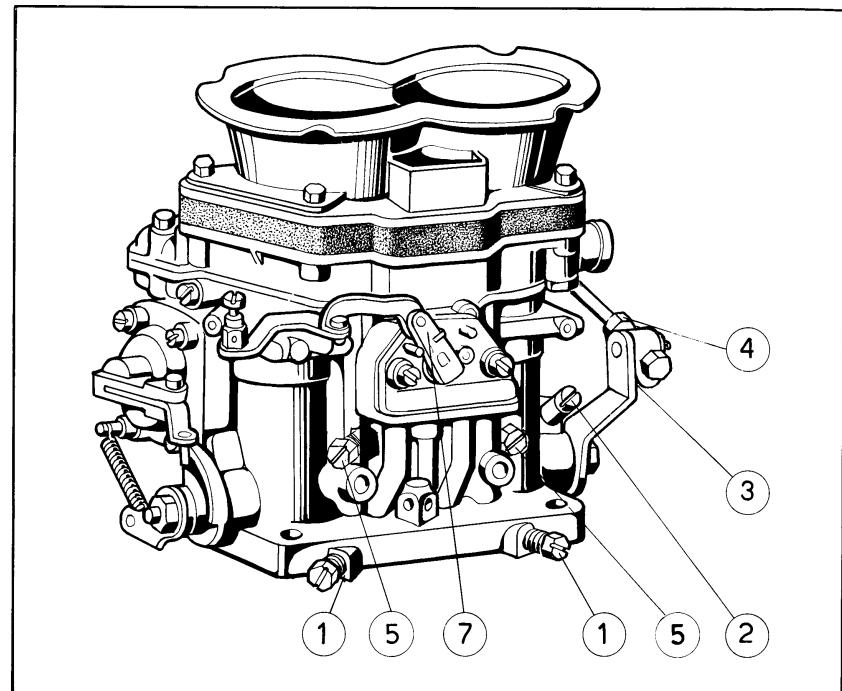

Fig. 80
- a) Se i valori di depressione nei due condotti di un carburatore sono uguali, bloccare i controdadi della vite (5, Fig. 80); in caso contrario svitare la vite di regolazione dell'aria di compensazione (5) corrispondente al cilindro il cui valore di depressione risulta più basso, fino a raggiungere lo stesso valore del cilindro corrispondente all'altro condotto del medesimo carburatore. Bloccare poi i controdadi.
- b) Equilibrare la depressione fra i quattro carburatori agendo sulla vite (2, Fig. 80).
- c) Agire sulle viti registro miscela minimo (1, Fig. 80) fino ad ottenere, cilindro per cilindro, la dosatura ottimale del titolo di miscela. Nell'eventualità che, effettuate le operazioni (b, c), venisse alterata l'equilibratura fra i carburatori, è necessario ripetere le operazioni (a, b).
- a) If the induction vacuum values in both ducts of the same carburettor agree, tighten the locknuts of screw 5 (Fig. 80). If they do not agree, unscrew the compression air adjusting screw (5) of the cylinder where vacuum reading is lower, until the same vacuum reading of the cylinder connected to the other choke of the same carburettor is obtained. Finally tighten the locknuts.
- b) Equalize the vacuum of the four carburetors by turning screw (2) (Fig. 80).
- c) Turn the pilot mixture adjusting screws (1) (Fig. 80) until the correct mixture richness is obtained for each cylinder. Should operations b) and c) upset the balance of the vacuum reading, it is necessary to carry out steps a) and b) again.
- a) Si les valeurs de depression dans les deux conduits d'un carburateur sont égales, bloquer les contre-écrous de la vis (5, Fig. 80). Dans le cas contraire, dévisser la vis de réglage de l'air de compensation (5) correspondant au cylindre dont la valeur de dépression est la plus basse jusqu'à atteindre la même valeur que le cylindre correspondant à l'autre conduit du même carburateur. Puis, bloquer les contre-écrous.
- b) Equilibrer la depression entre les quatre carburateurs en agissant sur la vis (2, Fig. 80).
- c) Agir sur les vis de réglage du mélange du ralenti (1, Fig. 80) jusqu'à obtenir, cylindre par cylindre, le dosage optimal du titre de mélange. Au cas où, une fois les opérations (b, c) effectuées, il se produisait une altération dans l'équilibrage entre carburateurs, il s'impose de reprendre les opérations (a, b).
- Se le depressioni nei due condotti di un carburatore sono uguali, bloccare i controdadi della vite (5, Fig. 80); in caso contrario svitare la vite (5) di regolazione dell'aria di compensazione corrispondente al cilindro il cui valore di depressione risulta il più alto, fino a raggiungere lo stesso valore del cilindro corrispondente all'altro condotto dal medesimo carburatore. Bloccare poi i controdadi.
- If the vacuum readings in both ports of the same carburetor are the same, tighten the locknuts of the screw (5) (Fig. 80). Otherwise loosen the screw (5) which meters the air balance of the cylinder with the higher vacuum reading. Turn the screw until the same vacuum value of the other port of the same carburettor is obtained. Tighten the locknuts.
- Si les dépressions dans les deux conduits d'un carburateur sont égales, bloquer les contre-écrous de la vis (5, Fig. 80). Dans le cas contraire, dévisser la vis de réglage de l'air de compensation (5) correspondant au cylindre dont la valeur de pression est la plus basse jusqu'à atteindre la même valeur que le cylindre correspondant à l'autre conduit du même carburateur. Bloquer les contre-écrous.
- Operando con una sola serie di vuotometri, equilibrare la depressione fra i quattro carburatori agendo sulla vite (2, Fig. 80) (i quattro vuotometri devono indicare lo stesso valore) in modo che il regime del motore sia di circa 800 g/m.
- Agire sulle viti registro miscela minimo (1, Fig. 80) fino ad ottenere, cilindro per cilindro, l'ottima dosatura del titolo della miscela. Nell'eventualità che, effettuate le operazioni (b, c), venisse alterato l'equilibrio dei vuotometri, è necessario ripetere le operazioni (a, b).
- Use a single set of vacuum gauges and balance the four carburetors by turning screw (2, Fig. 80) (the four gauges should give the same readings), in order to obtain an engine speed of about 800 rpm.
- Turn the pilot mixture adjusting screws (1, Fig. 80) until the correct mixture richness is obtained for each cylinder. Should operations b) and c) upset the balance of the vacuum reading, it is necessary to carry out steps a) and b) again.
- Opérant avec une seule série de vacuomètres, équilibrer la dépression entre les quatre carburateurs agissant sur la vis (2, Fig. 80) (les quatre vacuomètres doivent indiquer la même valeur) de telle manière que le régime du moteur soit de 800 tr/mn environ.
- Agir sur la vis de réglage du mélange du ralenti (1, Fig. 80) jusqu'à obtenir, cylindre par cylindre, le dosage optimal du titre du mélange. Au cas où, les opérations (b, c) effectuées, l'équilibre des vacuomètres s'en trouvait altéré, il est nécessaire de reprendre les opérations (a, b).